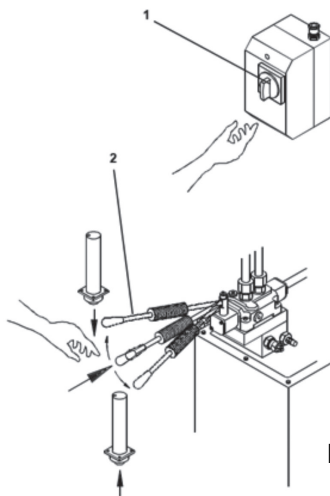

Fig 7
- Azionare l'interruttore (1) di accensione della centralina (Fig. 7).
- Azionare la leva (2) spingendola e tenendola premuta verso il gruppo idraulico, quindi alzare o abbassare la leva stessa per muovere il pistone.